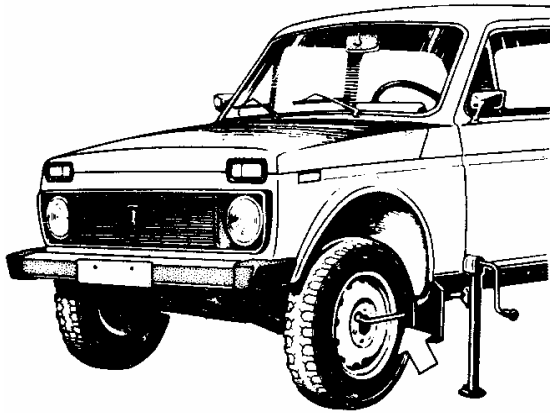

Fig. 53 Suspensión del automóvil para cambiar las ruedas
4. Introduzca la palanca del gato en el alojamiento más próximo a la rueda que se cambia (Fig. 53) y gire la palanca hasta que la rueda se separe de la tierra (durante la suspensión del automóvil el gato no se debe profundizar en la tierra).